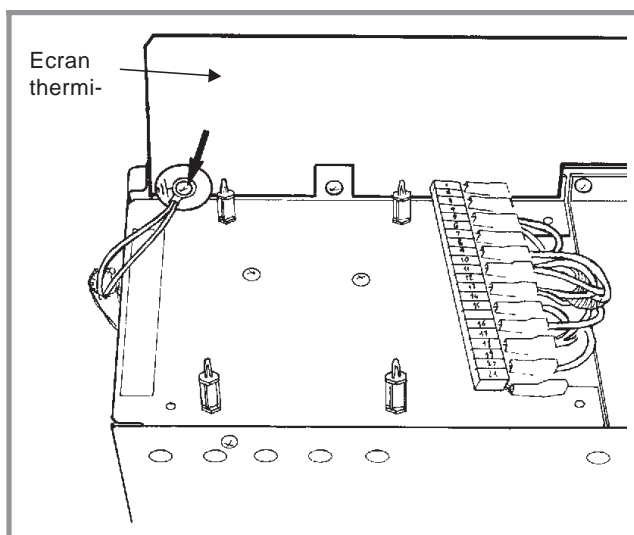

Fig. 15 - Ecran thermique
- Vérifier que l'écran thermique est bien fixé sur le carter supérieur (fig. 15).